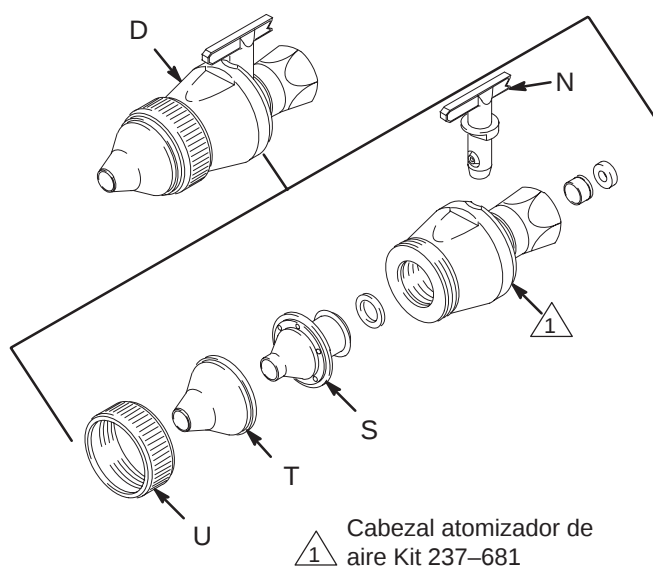

Fig. 3 04775
Cambio de la boquilla de producto y del cabezal de aire (Fig. 3)
2. Suelte el mecanismo de disparo de la pistola. Coloque el cierre de seguridad. Gire la pieza RAC IV SwitchTip (N) 180°.
3. Corte el suministro de aire (OFF). Abra el cierre de seguridad (W). Dispare la pistola en una cubeta para eliminar la obstrucción.
5. Si la pistola continúa aún obstruida, coloque el cierre de seguridad. Cierre y desconecte el equipo. Abra la válvula de escape para liberar la presión. Limpie las piezas del kit atomizador de aire (Fig. 3) de la forma indicada en el manual de la pistola de pulverización.